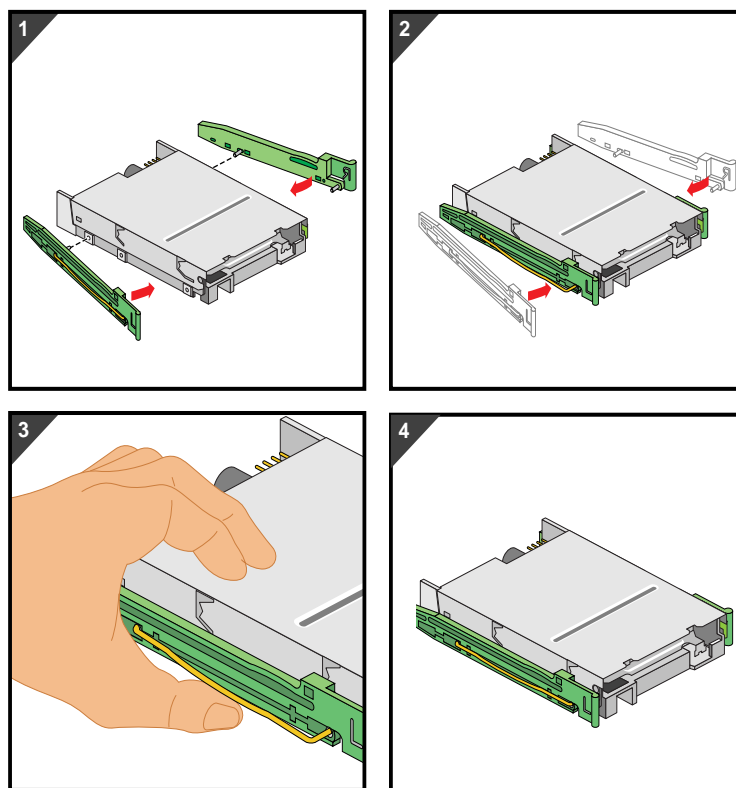

図2-8 ドライブレールの3.5インチドライブへの装着
3. 3.5インチドライブ用のドライブレールには、左右の区別があります。ドライブレールがどちらの側に装着されるべきか示す「R」または「L」のマークがあります。図2-8に示すように、ドライブの左側が「L」とマークされたレール、およびドライブの右側が「R」とマークされたレールであることを確認してから、ドライブにレールを装着します。
4. ドライブレールをドライブに装着するには、ドライブレールワイヤークリップの一方の端を、ドライブのネジ穴に置きます。ワイヤークリップのもう一方の端がネジ穴にぴったりはまるまで、ドライブレールの真ん中をそっと押します。図2-8に、その手順を示します。
3. 3.5インチドライブ用のドライブレールには、左右の区別があります。ドライブレールがどちらの側に装着されるべきかを示す「**R**」または「**L**」のマークがあります。図2-8に示すように、ドライブの左側が「**L**」とマークされたレール、およびドライブの右側が「**R**」とマークされたレールであることを確認してから、ドライブにレールを取り付けます。
4. ドライブレールをドライブに取り付けるには、ドライブレールワイヤークリップの一方の端を、ドライブのネジ穴に置きます。ワイヤークリップのもう一方の端がネジ穴にぴったりはまるまで、ドライブレールの真ん中をそっと押します。コネクタが外側に面していることを確認してください。図2-8にその手順を示します。